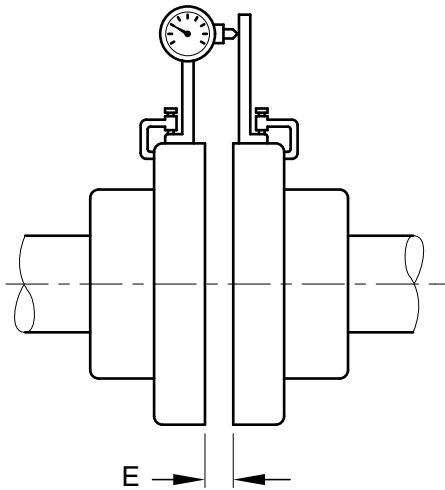

Рис. 7 Аксиальное измерение (угловое смещение)
4.2.3.1 Аксиальное измерение (рис.7)